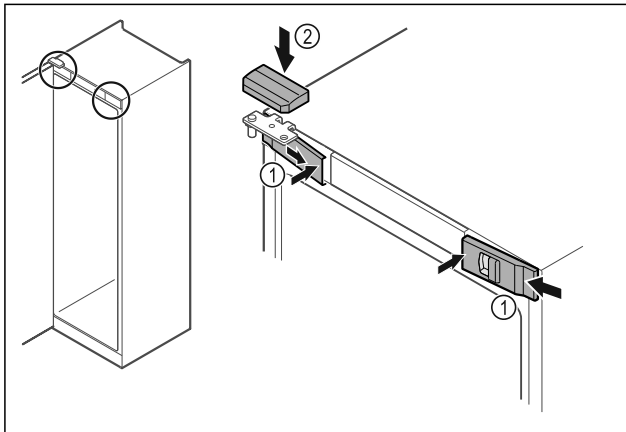

Fig. 55
- ▶ Įkabinkite priekines dengiamąsias plokšteles Fig. 55 (1) šone ir užfiksuokite vidinėje pusėje.
- ▶ Užfiksuokite viršutinę dengiamąją plokštelę Fig. 55 (2) iš viršaus.